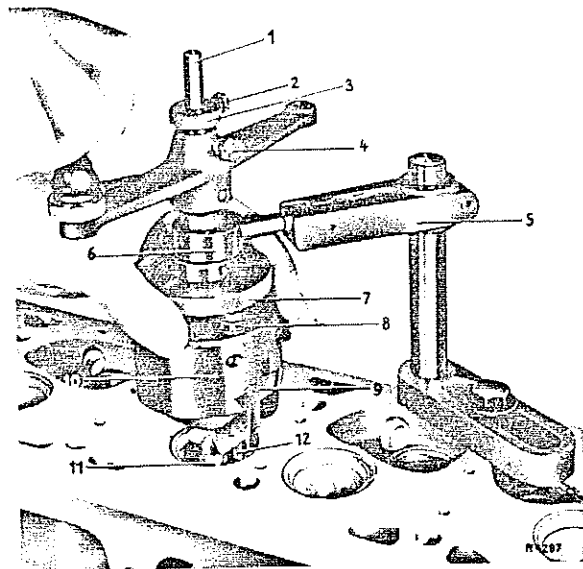

Fig.01-7/3
De drukafstelling geschiedt door het verdraaien van de Noniusring (3) (zie fig.01-7/3).
1. Plaats de centreerpen met de klemtang (11) in de klepgeleiderboring en zet hem vast (zie fig.01-7/3).